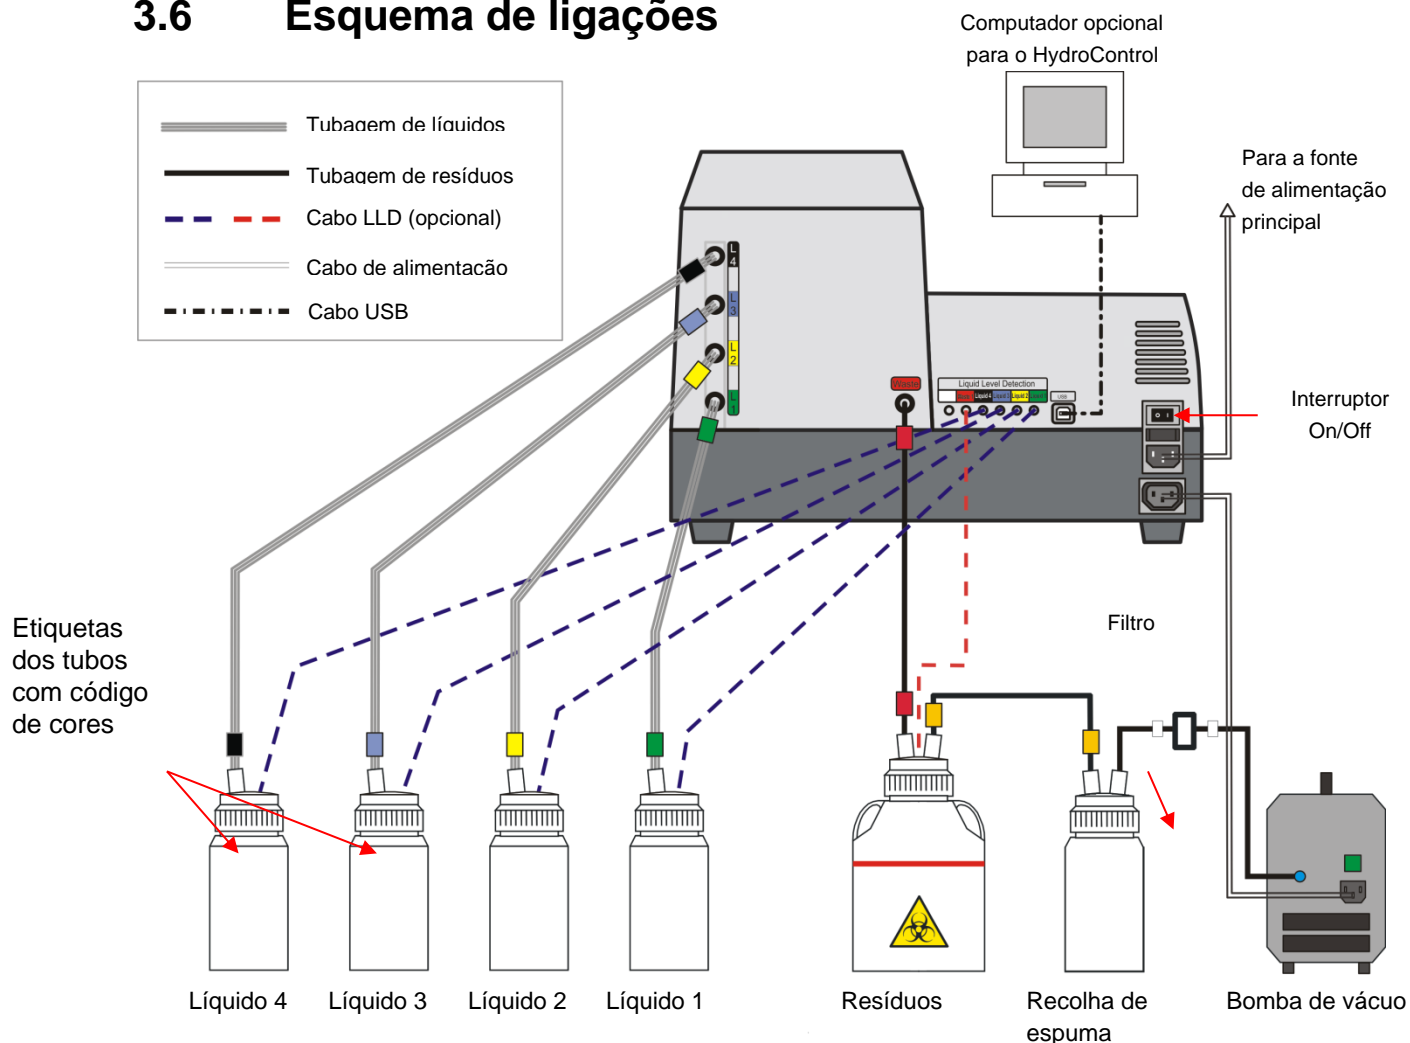

Fig. 2 Esquema de ligações
6. Ligue o frasco de resíduos à recolha de espuma com o tubo com código de cor fornecido (ver Fig. 2 Esquema de ligações).
7. Ligue a recolha de espuma à bomba de vácuo com o tubo com o filtro integrado (ver Fig. 2 Esquema de ligações).